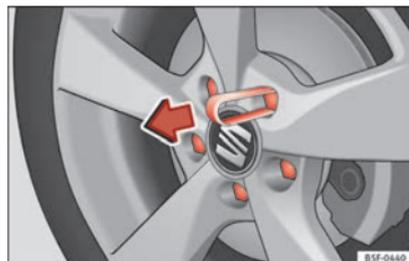

Abb. 70 Rad: Radschrauben mit Deckel.
- Schieben Sie die Kunststoffklammer (Bordwerkzeug) so weit auf die Abdeckkappe, bis sie einrastet » » **Abb. 70**.